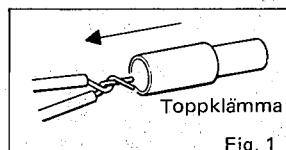

Fig. 1
1. Skruva toppklämmen (artikelnr. 2-SDL) över kablarna som visas i Fig. 1.